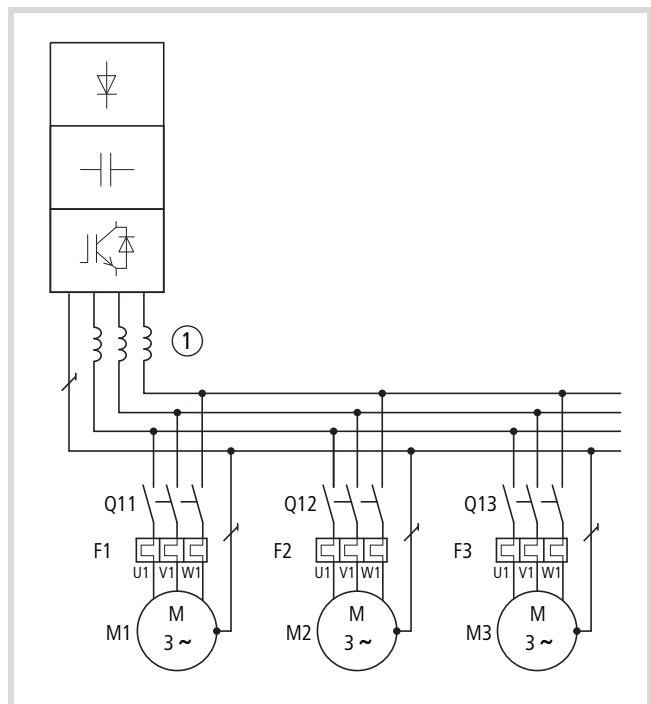

Abbildung 12: Parallelschalten mehrerer Motoren an einem Frequenzumrichter
Durch das Parallelschalten der Motoren verringert sich der Anschlusswiderstand am Ausgang des Frequenzumrichters. Die Gesamtstatorinduktivität wird geringer und die Streukapazität der Leitungen größer. Dadurch wird die Stromverzerrung gegenüber dem Einzelmotoranschluss größer. Um die Stromverzerrung zu verkleinern, sollten Sie Motordrosseln (siehe ① in Abbildung 12) im Ausgang des Frequenzumrichters einsetzen (siehe auch Abschnitt „Motordrosseln“, Seite 171).